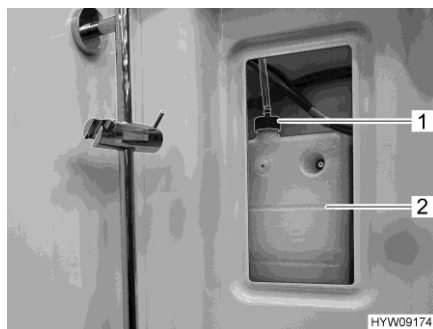
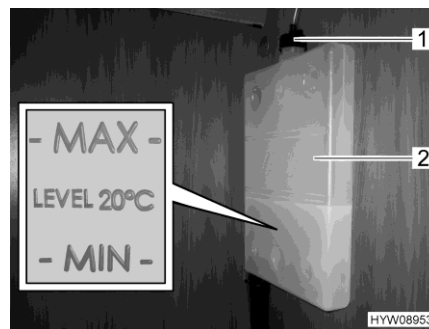

Fig. 212 Vase d'expansion (chauffage à eau chaude)
Fig. 213 Repère "MIN/MAX"
- Retirer le couvercle du vase d'expansion (Fig. 212,2), en haut à droite dans la douche.
- Contrôler si le liquide se trouve entre les marques "MIN" et "MAX" (Fig. 213) sur le vase d'expansion (Fig. 213,2).
- Ouvrir le bouchon du vase d'expansion (Fig. 212,1 ou Fig. 213,1).